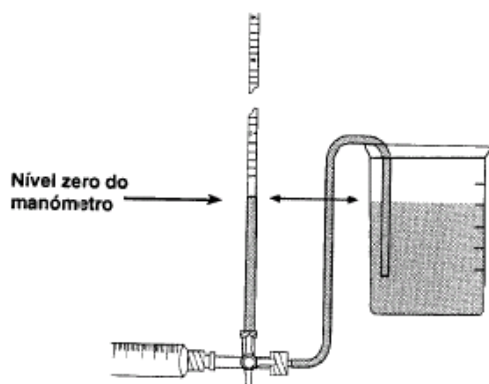

Figura A-5
3. Ajuste a altura do manômetro por forma a que o nível zero do manômetro e o nível do líquido no banho de água fiquem no mesmo nível (figura A-5)
2. Aguarde até que a coluna de água desça no manômetro. A coluna de água deverá parar quando chegar ao nível zero do manômetro (figura A-5)